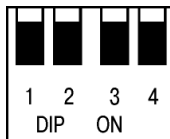

Рисунок 3.3 – Блок DIP-переключателей
- блок DIP-переключателей (см. рисунок 3.3), предназначенный для конфигурирования последовательных портов и использования в пользовательских приложениях: переключатели 1 и 4 используются для выбора режима последовательных портов (см. таблицу 3.2); переключатель 2 свободно программируемый через CODESYS (дискретный вход); переключатель 3 используется для блокировки запуска пользовательской программы CODESYS при загрузке контроллера. По умолчанию все DIP-переключатели находятся в верхнем положении (OFF);